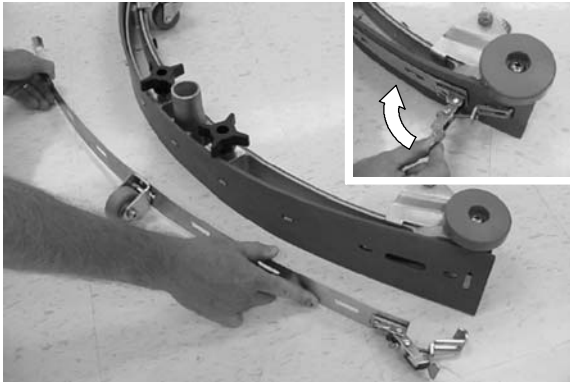

FIG. 37
2. Détachez l'agrafe de la bande et retirez la bande du bloc de racloir (Figure 37).